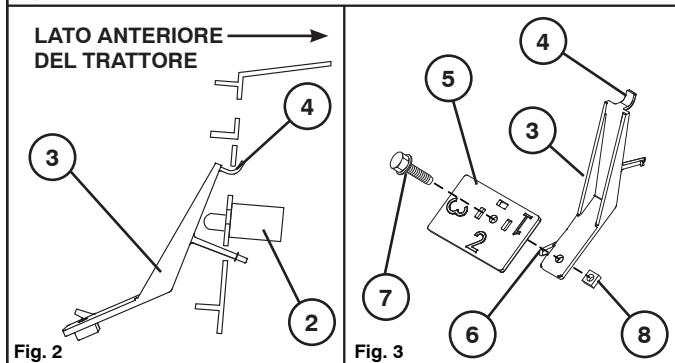

Fig. 2
- Instale muelles de cierre (1) en los orificios de montaje de la placa de apoyo.
- Inserte un pasador hexagonal (2) por el orificio de cada muelle y el orificio correspondiente de la placa de apoyo.
- Fije la contratuerca (3) al pasador de cada lado de la placa de apoyo.
- Tome el brazo completo de la ensacadora (3), inserte la brida (4) en la ranura superior y gírela hasta que el brazo (3) encaje en posición (consulte la Fig. 2 y la Fig. 3).
- No instale la paleta (5) cuando trabaje en hierba húmeda muy tupida.
- Con césped menos denso puede utilizar la paleta (5) con los ajustes “1”, “2” o “3” (“3” sirve para el césped seco o menos tupido).
- Elija el ajuste y haga girar la paleta de la ensacadora (5) con el número (ajuste) orientado hacia la posición en la que se encuentra situado.
- Coloque la paleta (5) en el brazo (3) de manera que la brida (6) de la parte inferior del brazo completo de la ensacadora (3) pase por la ranura rectangular correcta, y asegúrese de que los orificios del brazo completo (3) y la paleta (5) estén alineados.
- Prendere la leva di riempimento sacco (3) e inserire la linguetta (4) nella fessura superiore e ruotare finché la leva (3) non scatta in posizione (Vedere Fig. 2 e Fig. 3)
- In caso di erba molto pesante/bagnata, non fissare la pala (5).
- Per erba più leggera usare la pala (5) impostata su "1", "2", o "3" (con "3" per l'erba più leggera o secca).
- Scegliere l'impostazione desiderata e ruotare la pala del sacco (5) in modo che il numero richiesto (impostazione) sia posto di fronte all'operatore.
- Posizionare la pala (5) sulla leva (3) in modo che la linguetta (6) sul fondo della leva di riempimento sacco (3) passi attraverso una fessura rettangolare corrispondente e assicurarsi che i fori nella leva di riempimento sacco (3) e nella pala (5) siano allineati.
- Bevestig de vergrendelingsveren (1) in de bevestigingsgaten op de achterplaat.
- Steek een zeskantige bout (2) door elk gat voor de vergrendelingsveren en het overeenkomstige gat in de achterplaat.
- Draai een borgmoer (3) vast aan de bout aan de andere kant van de achterplaat.
- Neem de "opvangbak vol"-hendel (3) van de opvangbak en schuif het uitsteeksel (4) in de bovenste gleuf en draai de hendel (3) totdat deze op zijn plaats klikt (Zie Fig. 2 en Fig. 3)
- Bevestig de schoep (5) niet voor zwaar/nat gras.
- Gebruik voor lichtere grassen de schoep (5) op stand "1", "2" of "3" (stand "3" is voor het lichtste of droog gras).
- Kies uw instelling en draai de schoep (5) van de opvangbak zodanig dat het gewenste nummer (de instelling) naar u toe gekeerd is.
- Plaats de schoep (5) op de hendel (3) zodat het uitsteeksel (6) aan de onderkant van de "opvangbak vol"-hendel (3) door de juiste rechthoekige gleuf gaat en zorg ervoor dat de gaten in de "opvangbak vol"-hendel en -schoep op één lijn liggen.